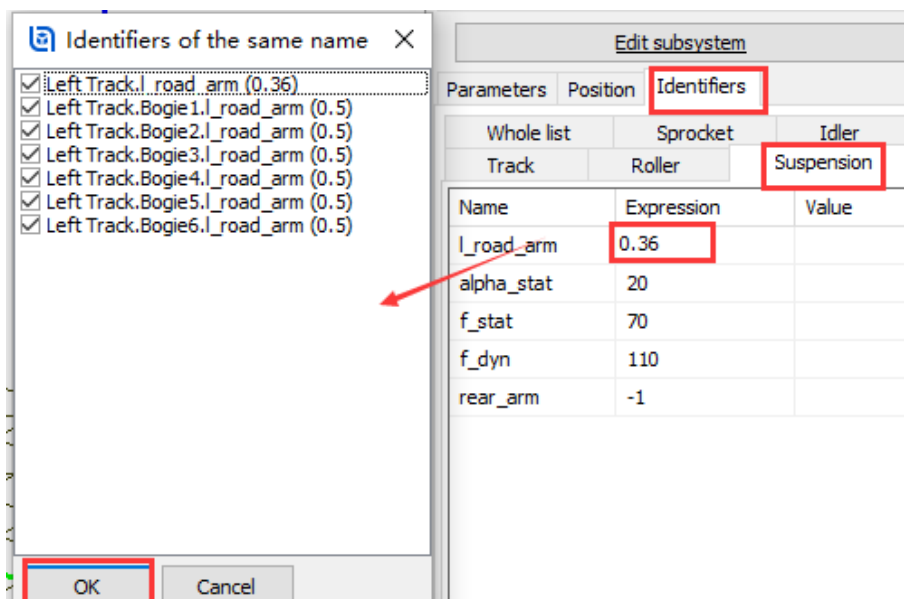

图 1.7
4. 修改平衡肘方位，双击参数符号 **rear_arm**，修改数值为 **1**（决定方向的系数），在弹出窗口，取消选择最后一个，如图 1.7 所示，点击 **OK**。